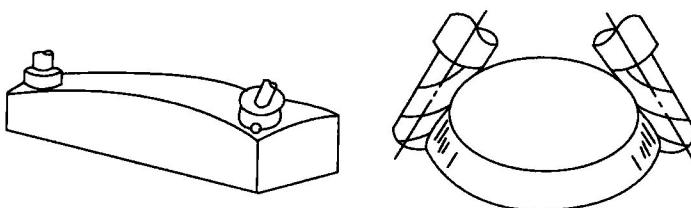

图 1-7 五轴联动加工示意图
④ 五轴联动。除了同时控制 x , y , z 三个直线坐标轴联动外，还同时控制围绕这些直线坐标轴联动的 a , b , c 坐标轴中的两个坐标，即同时控制五个轴联动。这时刀具可以被定在空间的任意方向，如图 1-7 所示。比如控制切削刀具同时绕着 x 轴和 y 轴两个方